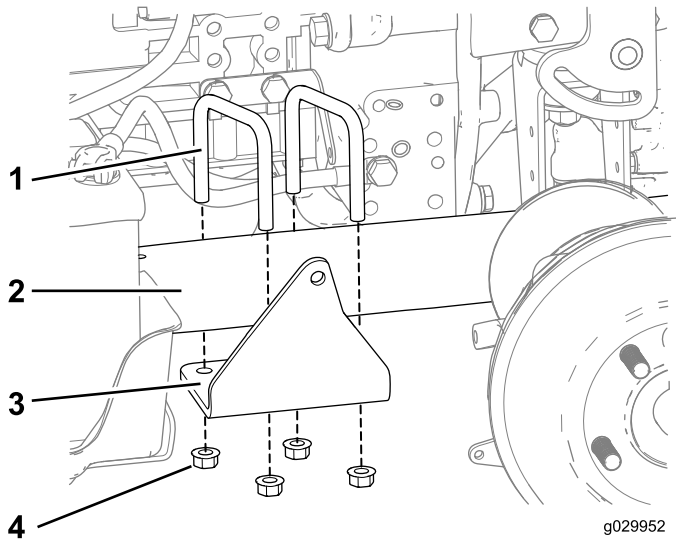

Figura 7
1. Instale provisionalmente el soporte del cilindro en el bastidor con 2 abrazaderas y 4 tuercas (3/8"), según se muestra en Figura 7.
7. Apriete las 4 tuercas con arandela prensada que sujetan el soporte de montaje al bastidor (Figura 7).